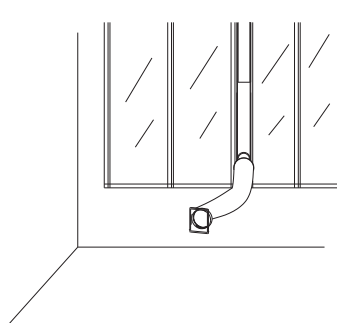

Fig. 8
9. Montează pe fereastră conducta de evacuare a aerului, kitul pentru fereastră și accesoriile conform schiței ilustrate în Fig. 8.